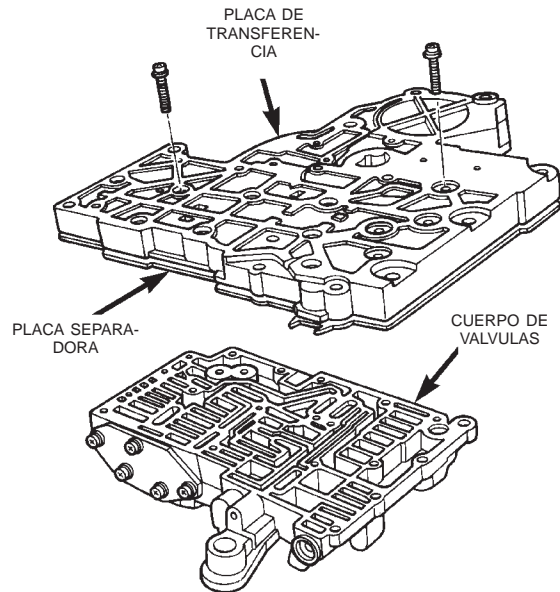
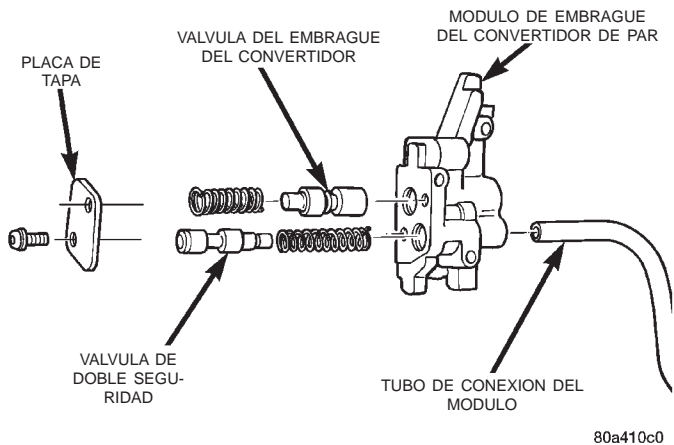

Fig. 59 Tornillos de la placa de transferencia del cuerpo de válvulas
Fig. 60 Módulo de válvula de embrague del convertidor
(26) Coloque la placa de transferencia en su posición en el cuerpo de válvulas (Fig. 59).
(27) Instale los tornillos que fijan la placa de transferencia al cuerpo de válvulas (Fig. 59).
(28) Invierta la posición del cuerpo de válvulas para exponer la placa separadora.
(29) Inserte la válvula de embrague del convertidor y el muelle en el módulo de válvula de embrague del convertidor (Fig. 60). Verifique que los componentes de la válvula se deslicen libremente.
(30) Inserte el muelle y la válvula de doble seguridad en el módulo de válvula de embrague del convertidor (Fig. 60). Verifique que los componentes de la válvula se deslicen libremente.
(31) Coloque la placa de tapa en su posición en el módulo de válvula de embrague del convertidor (Fig. 60).
(32) Instale los tornillos que fijan la tapa al módulo de válvula de embrague del convertidor (Fig. 60).
(33) Inserte el tubo de conexión en el módulo de válvula de embrague del convertidor (Fig. 60).